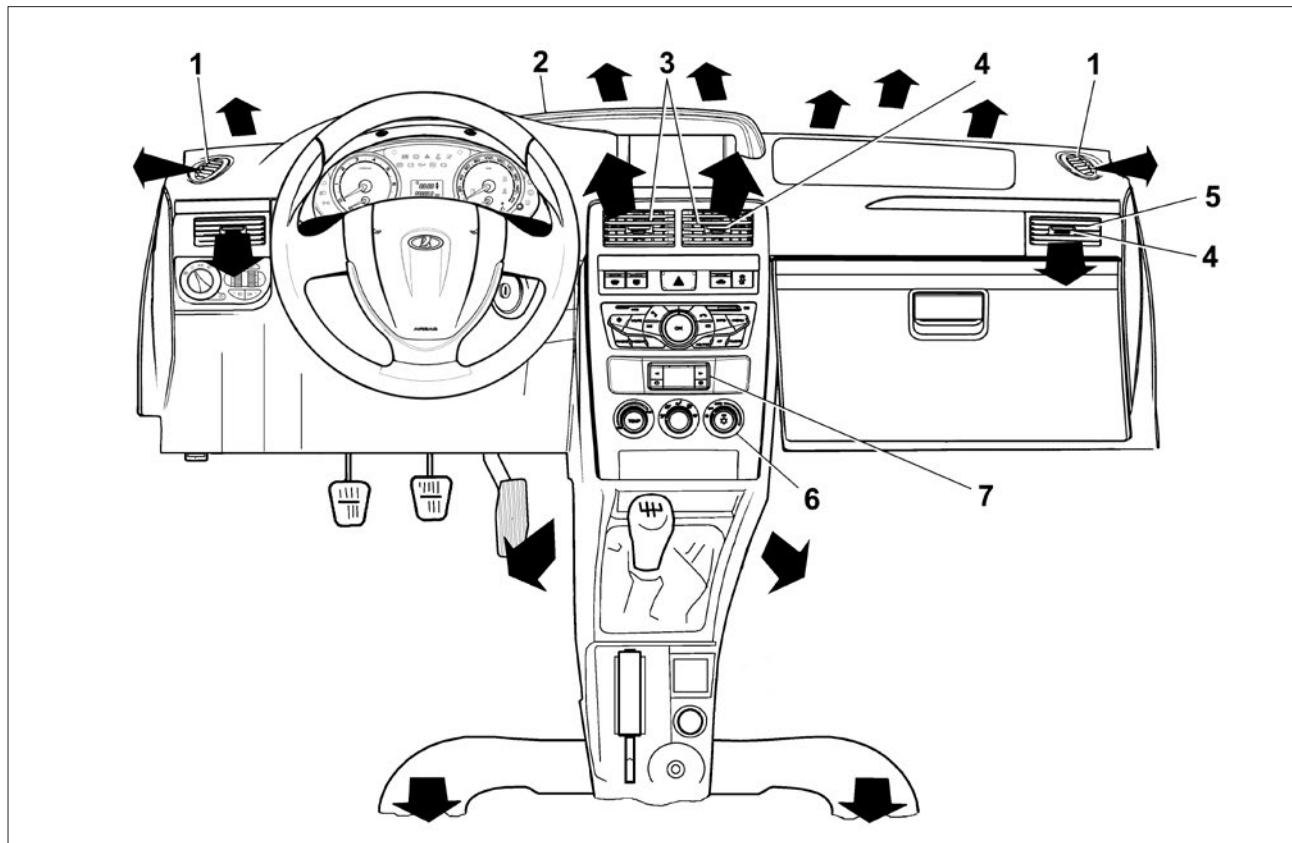

Рис. 68. Органы управления системой вентиляции и отопления салона
Система отопления и вентиляции позволяет поддерживать микроклимат в салоне при любых скоростях движения автомобиля (рис. 68):
открыть центральные (3) и боковые (5) сопла вентиляции (рис. 68).
– регуляторами управления заслонками сопел **3** и **5**, а также ручками регулировки направления воздушного потока **4** (рис. 68) направить воздух в салон.